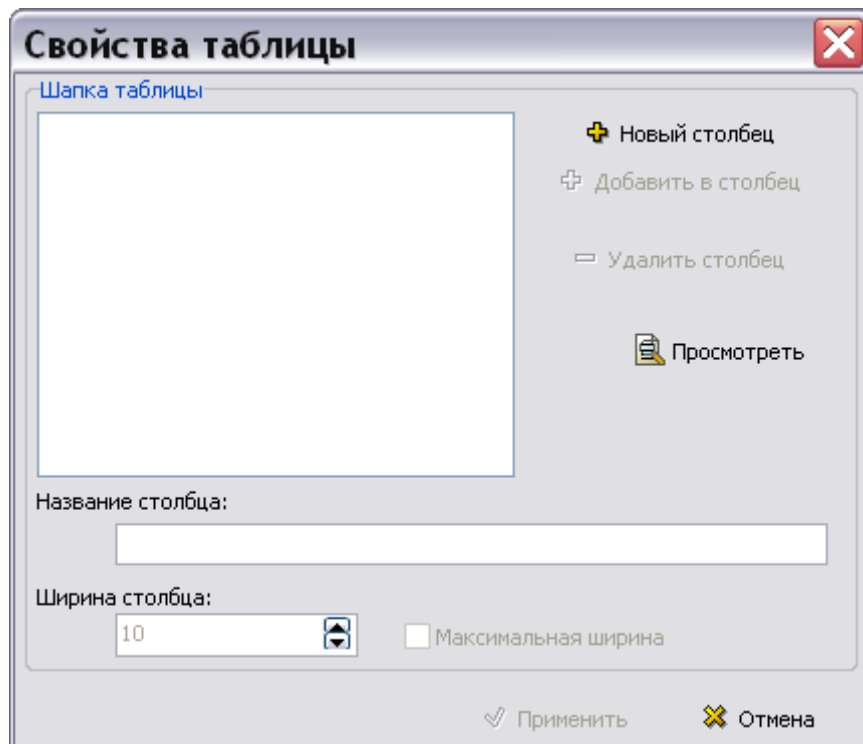

Рисунок 900
3) Введите параметры таблицы и нажмите на кнопку **Применить**. После этого откроется окно **Свойства таблицы** (рисунок 900).